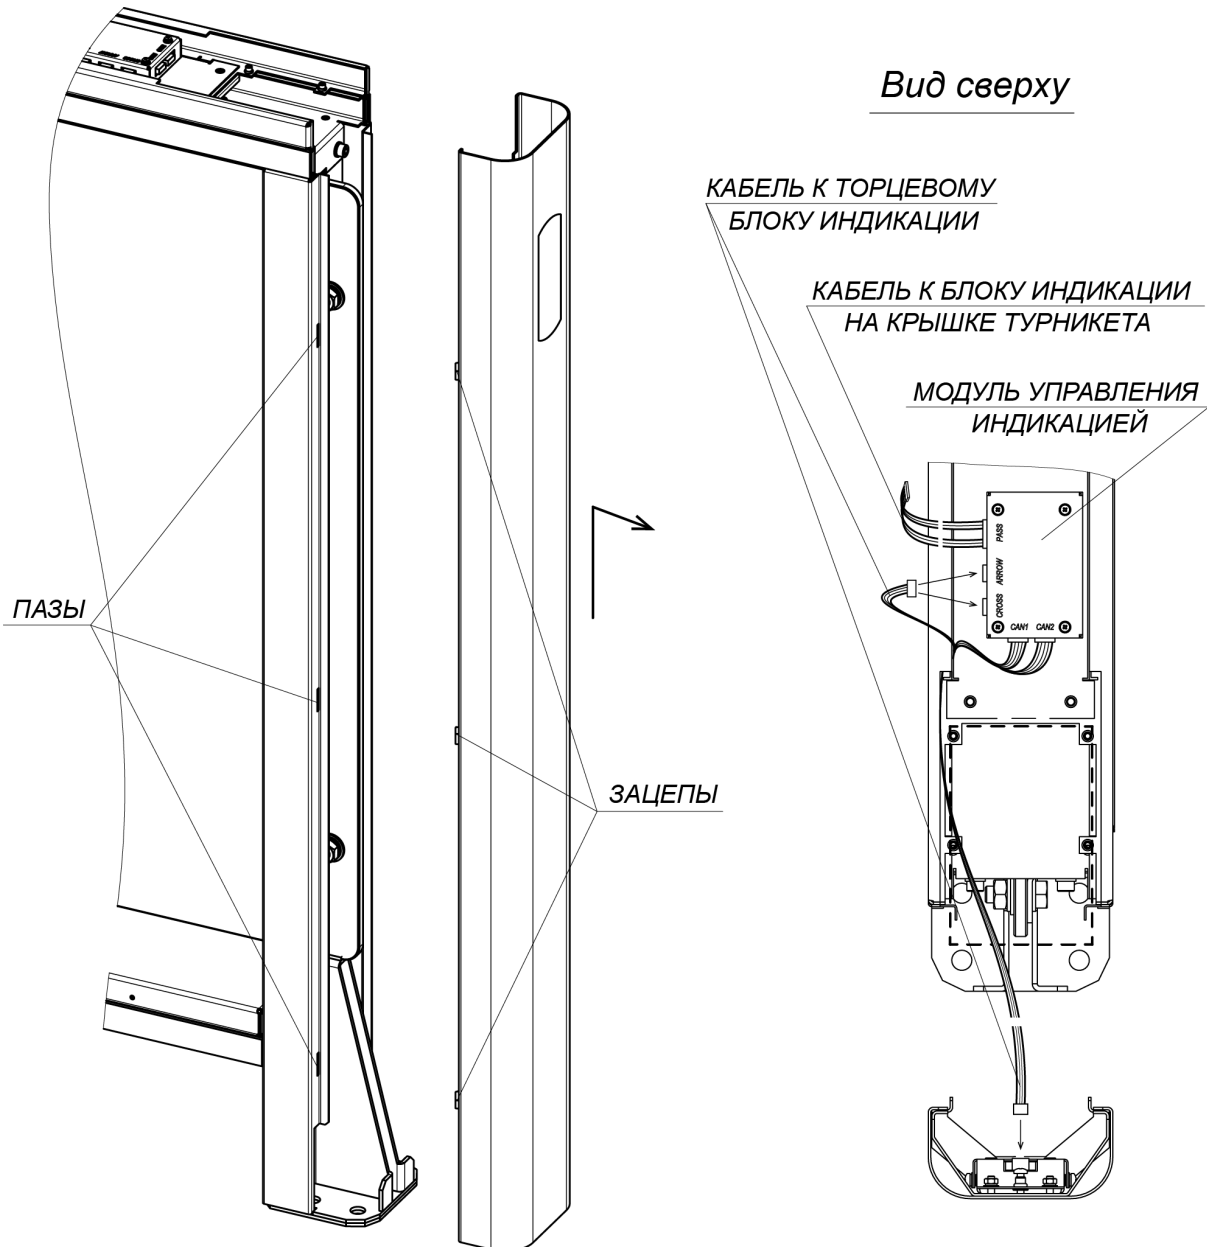

Рисунок 24. Снятие передней панели боковой стойки
21. При необходимости произведите монтаж считывателей карт доступа: либо на предусмотренные для этого полки в верхнем коробе на торцах стойки (см. рис. 24), либо непосредственно на верхних крышках секций снизу (**PERCo-MR07 OEM**). Для фиксации считывателей используйте двусторонний скотч и при необходимости неметаллические подкладки, чтобы расположить его как можно выше (т.е. ближе к верхней поверхности крышки) с целью увеличить дальность считывания. Кабели от считывателей аккуратно проведите через верхний короб и центральную стойку к месту ввода кабеля от контроллера СКУД, используя штатные окна в деталях корпуса секции. Кабели не должны проходить между отверстиями для крепления верхней крышки секции и вблизи них, чтобы не повредить кабели при установке крышки. Для крепления кабелей применяйте самоклеящиеся площадки и кабельные стяжки. Не допускается крепление к кабелям внутренней разводки и к платам ДКЗП, а также прокладывание кабелей вблизи плат, где расположены датчики.
24. Установите на свои места передние панели боковых стоек (8) (разд. 8.9.2). После установки проверьте, чтобы верхний край панелей находился на одном уровне с корпусом секции. Панель с торцевым блоком индикации устанавливается с того края секции, где находится модуль управления индикацией, который закреплен на одной из двух стальных защитных пластин в верхнем коробе (см. рис. 24). При этом к торцевому блоку индикации необходимо подсоединить соответствующий соединительный кабель от модуля управления индикацией. Для отображения на торцевом блоке индикации белой стрелки соединительный кабель должен быть подключен к разъему **ARROW** модуля управления индикацией, для отображения красного креста – к разъему **CROSS** (см. разд. 8.9.2, рис. 24).
Для установки блока индикации центральной стойки (3) (см. рис. 24):
3. Установите блок индикации на площадку, расположенную над поворотной опорой створки, и при помощи шестигранного ключа SW4 зафиксируйте его на верхнем коробе стойки (12), используя два винта М5×16 с шайбами из комплекта поставки.
Снятие блока индикации центральной стойки производится в обратном порядке. Перед этим необходимо демонтировать с секции турникета верхнюю крышку секции (10) (см. разд. 8.9.6, рис. 24, 25, 26).
Перед монтажом верхней крышки (10) необходимо проверить, подключены ли к модулю управления индикацией все необходимые соединительные кабели (см. рис. 24, разд. 8.9.2).
- Подключите соединительный кабель от модуля управления индикацией (разъем "PASS", рис. 24) к блоку индикации крышки (для **STC-01G, SDC-01G**).
- Возьмите одну из стеклянных частей крышки с блоком индикации и подключите соединительный кабель от модуля управления индикацией (разъем "PASS", рис. 24) к блоку индикации крышки.